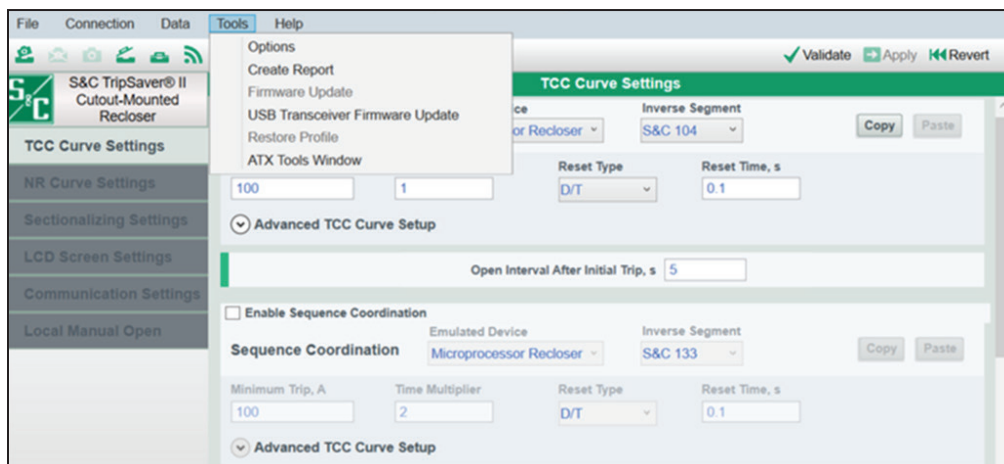

Figura 7. Elemento del menú Actualización del Firmware del Transceptor USB en el menú Herramientas.
- PASO 2.** Seleccione la opción **Tools>USB Transceiver Firmware Update (Herramientas>Actualización del Firmware del Transceptor USB)** en el menú **Principal**. Ver la Figura 7.